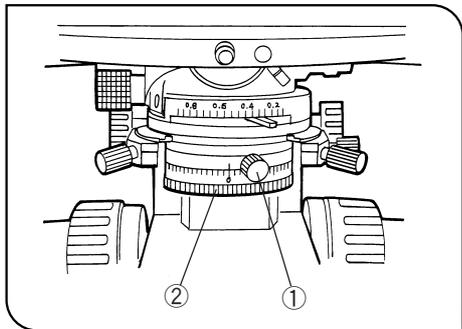

図 30
(図30)
- 2) アナライザを光路に入れ、振動方向の目盛りを0°に合わせ、固定つまみで固定します。(図30)
- 4) ポラライザの固定つまみ①をゆるめ、ポラライザ回転リング②を回して、視野が最も暗くなる位置で固定つまみ①を締付けます。